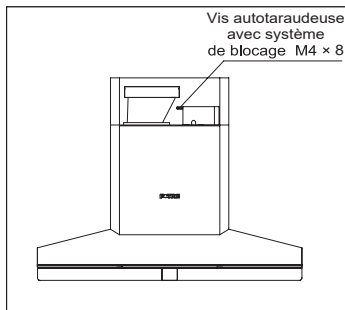

Figure 4
- Deux personnes accrochent l'appareil sur le crochet de l'appareil principal en utilisant la règle à niveler pour maintenir le niveau. Fixez la hotte et au crochet de l'appareil principal avec une vis M4 × 8, comme indiqué à la figure 4.